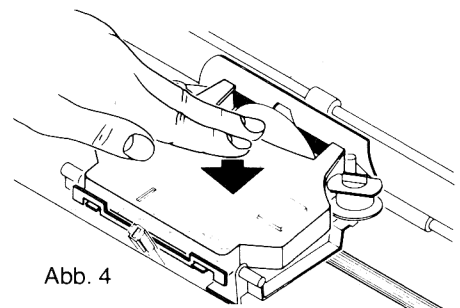

Abb. 4
5. Kassette nach unten drücken (Abb. 4).
4. Gewünschtes Typenrad lose auf Mitnehmerwelle (A) aufsetzen und zwar so, daß die Vorderseite des Typen-
rades (beschriftete Seite) zur Schreibwalze zeigt. Darauf achten, daß der Mitnehmerbolzen (B) in das Fixierloch (C) eingeführt wird. (Abb. 3). Anschließend Typenrad auf die Mitnehmerwelle (A) aufdrücken, bis es hörbar einrastet (Abb. 4).